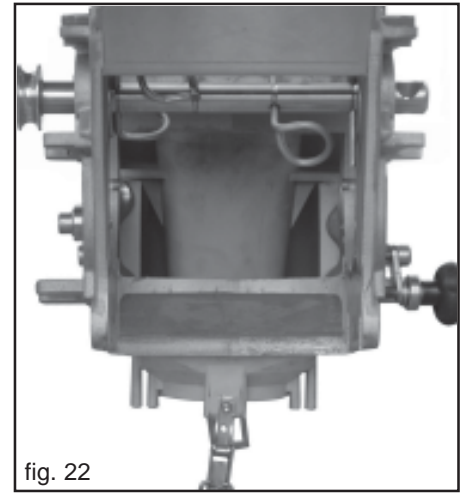

fig. 22
- 1) Doseur avec portillon de semis et roue de semis démontés (Fig. 22).